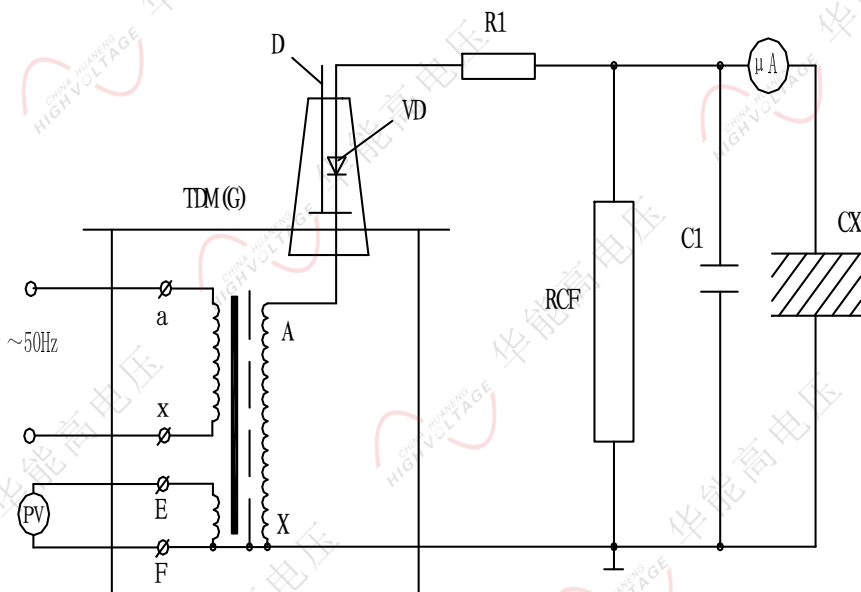

图 7：高压直流泄漏试验接线图
2、试验变压器在做被试品的直流耐压或泄漏试验时接线原理图如图 7。
注：此试验应先抽出短路杆“D”，图 7 中所示。